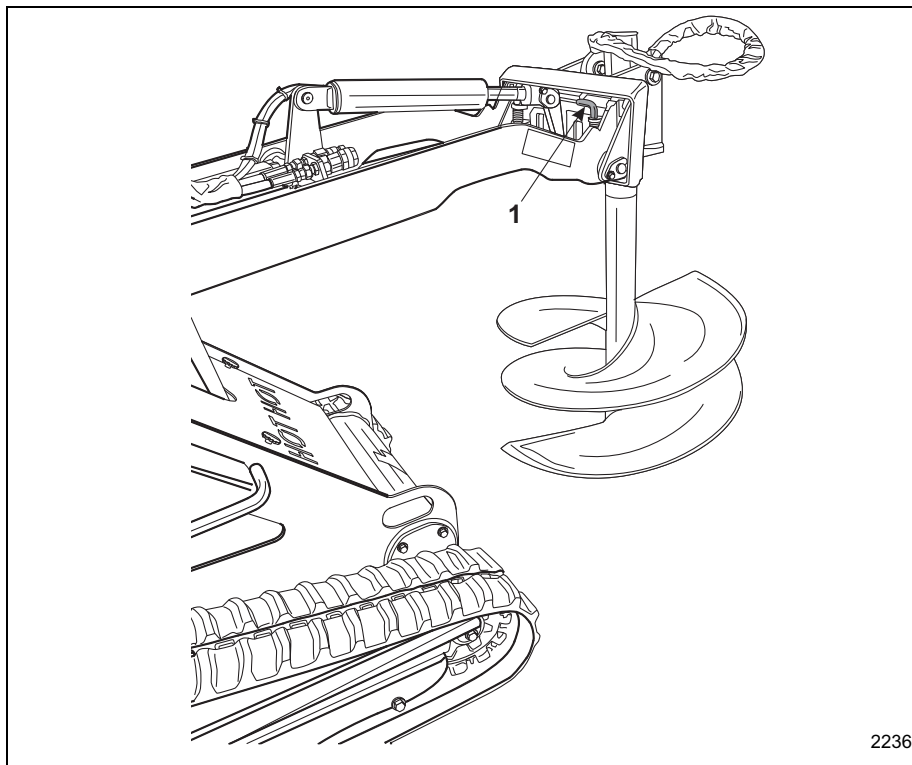

Figura 1-3 Sfredel Hidraulic Montat
6. Roteste tije de blocare a atasamentului (art. 1, **Figura 1-3** si art. 1, **Figure 1-4**) pe pozitia "blocat" pentru fixarea atasamentului la masina.